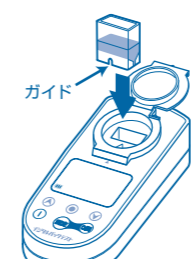

図15
⑮長押しで電源を入れ、専用カップのガイドが手前になるようにセルボックスにセットします。(図15)